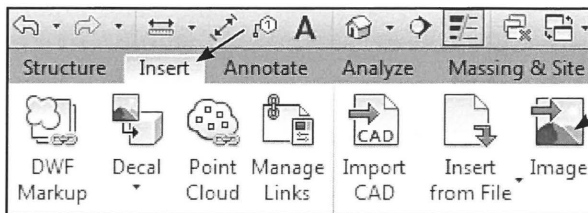

Fig. 10.18. *Insert - Image*.
- Klik *Insert Image* (Fig. 10.18).